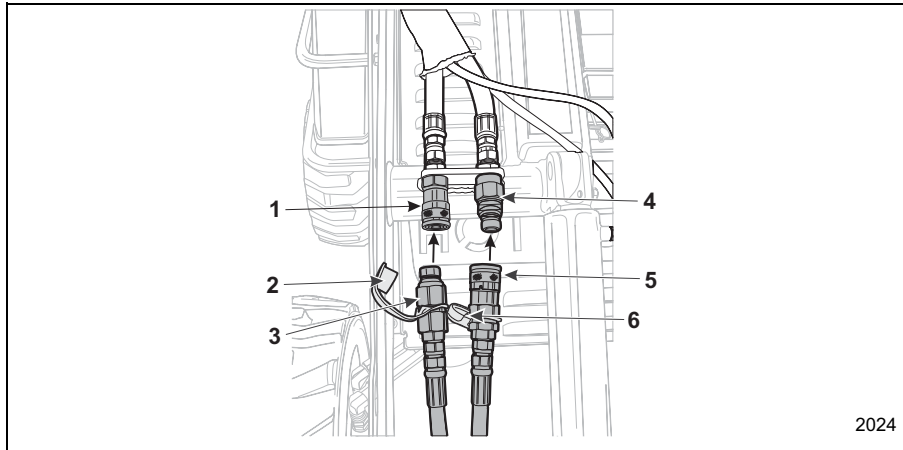

Figura 1-6 Conectori Rapizi Auxiliare Hidraulice
- b. Scoate capacele de protecție (art. 2, 6, **Figura 1-6**) de la conectorii rapizi ai atasamentului.
- c. Sterge capatul fiecărui conector (art., 3 și 5, **Figura 1-6**) pentru îndepărtarea mizeriei sau a resturilor de moloz.
- d. Introdu coupla "tata" a atasamentului (art. 3, **Figura 1-6**) în cupla rapidă "mama" (art. 1, **Figura 1-6**) de pe mașina și împinge până când acestea se blochează pe poziție.
- e. Repeta procesul de mai sus pentru conectarea cuplei "mama" a atasamentului (art. 5, **Figura 1-6**) la conectorul "tata" (art. 4, **Figura 1-6**) de pe mașina.